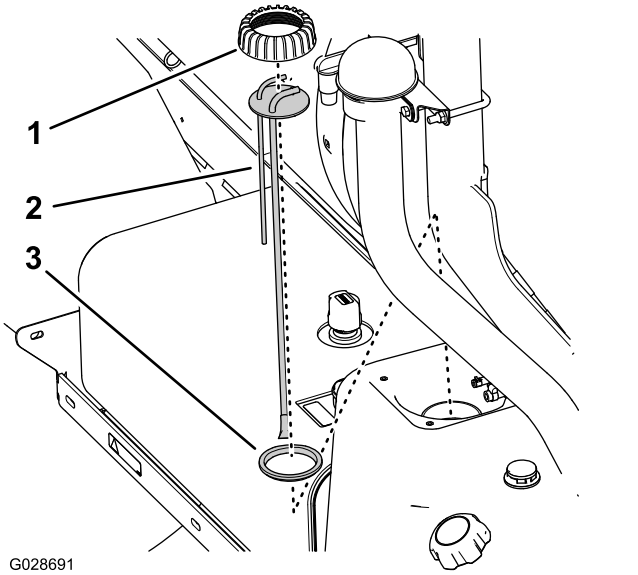

Рисунок 58
5. Снимите крышку вертикальной трубы, повернув ее против часовой стрелки (Рисунок 58).
6. Поднимите узел вертикальной трубы, чтобы снять его с топливного бака (Рисунок 58).
1. Установите крышку на вертикальную трубу и вставьте вертикальную трубу в уплотнение, как показано на Рисунок 58.
2. Выровняйте крышку, вертикальную трубу и уплотнение относительно бака и осторожно вставьте новый узел вертикальной трубы в топливный бак (Рисунок 58).
3. Установите крышку на горловину топливного бака и затяните крышку от руки (Рисунок 58).